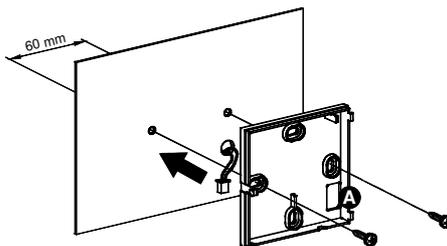

Fig. 5
In alternativa alla sonda interna è possibile collegare una sonda remota al connettore 'REMOTE SENSOR', indicato con **B** in Fig. 5 ed impostare questo parametro su 'Ext': in questo modo si disabilita la sonda interna e si abilita quella remota. Assicurarsi di usare il giusto tipo di sonda remota, e rispettare la lunghezza massima dei fili ammessa.
**3** Individuare la migliore posizione di installazione (vedere paragrafo 'CONFIGURAZIONE DEL SISTEMA RADIO'), quindi fissare la base del termostato alla parete tramite le due sedi per viti con interasse 60 mm (utilizzare le viti e/o i tasselli in dotazione) facendo passare i fili dell'eventuale sonda remota tramite l'apertura rettangolare (A di Fig. 5).